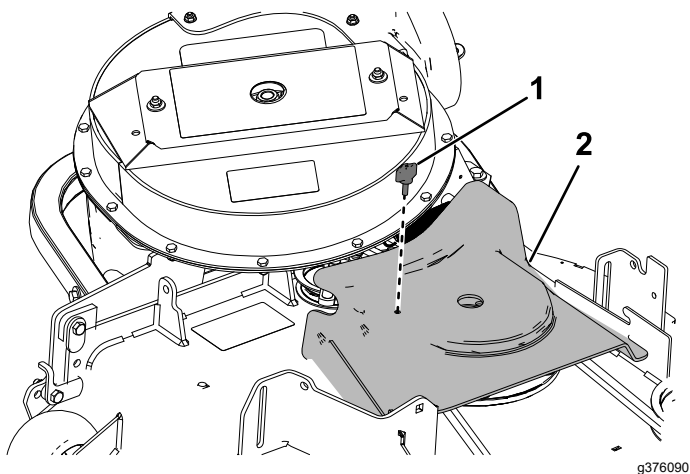

Figura 37
5. Instale la cubierta de la correa del soplador sobre la correa, y sujete la cubierta de la correa con el pomo (Figura 37).